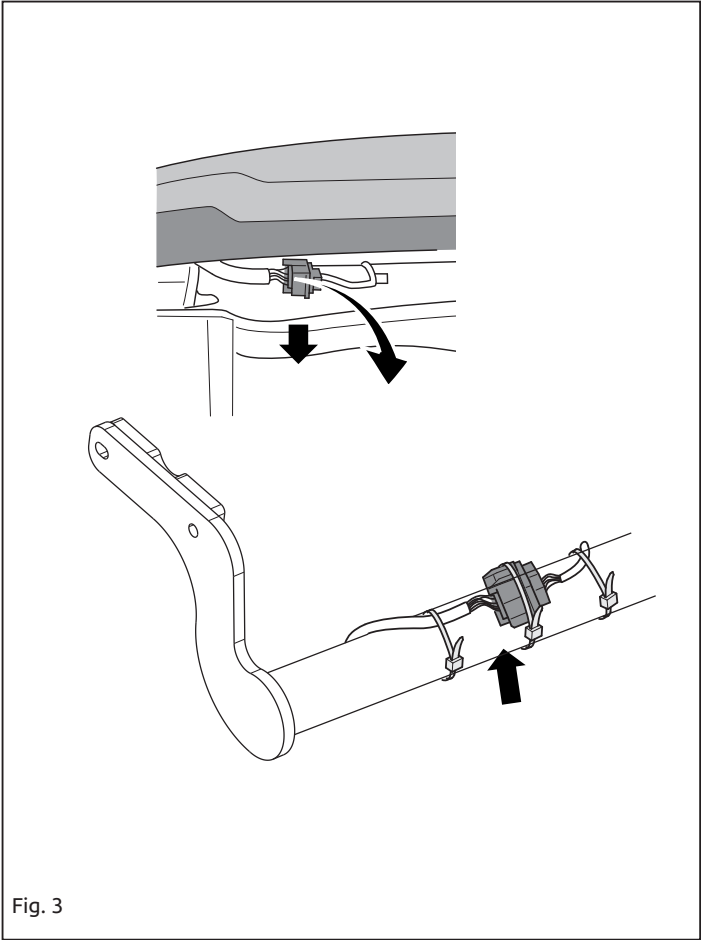

Fig. 3
4. При необходимости, провести проводку датчиков парковки заднего хода по-другому. См. рисунок 3.